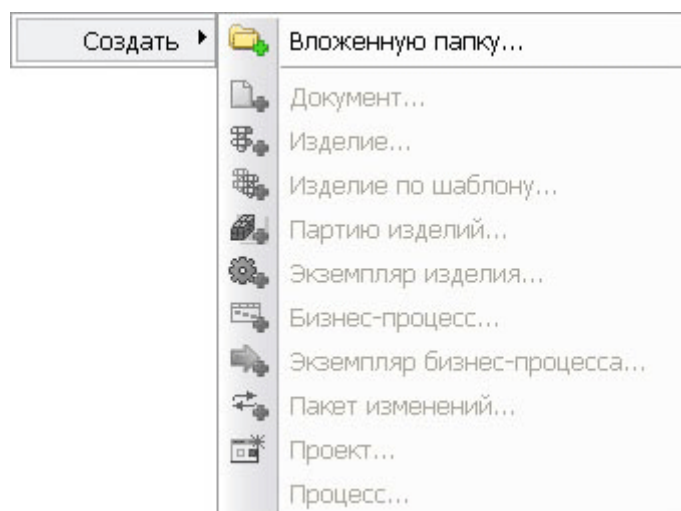

Рис. 8
2. В появившемся контекстном меню выберите пункт **Создать** → **Вложенную папку** (Рис. 8).